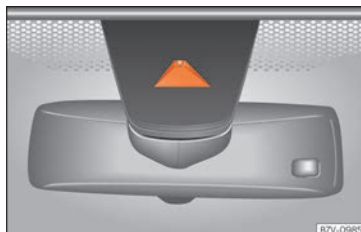

Fig. 268 Nel parabrezza: area del campo visivo della telecamera del sistema di assistenza per il mantenimento della corsia.
- Prima di partire verificare che l'obiettivo della telecamera non è coperto » fig. 268.